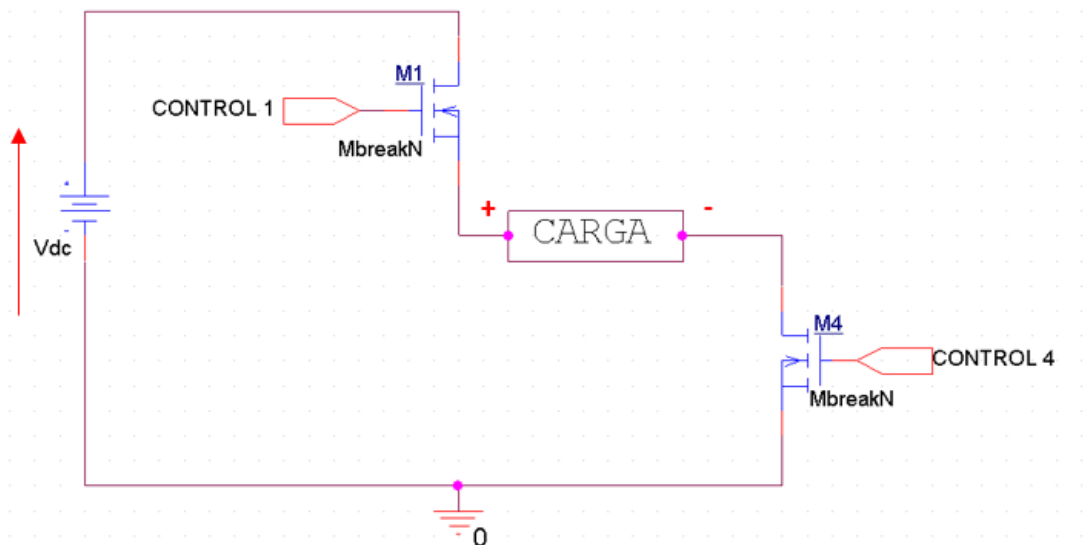

Figura 23: Tensiones del inversor si conducen M_1 y M_4
- En primer lugar, la figura 23 muestra el caso cuando conducen los interruptores M_1 y M_4 :